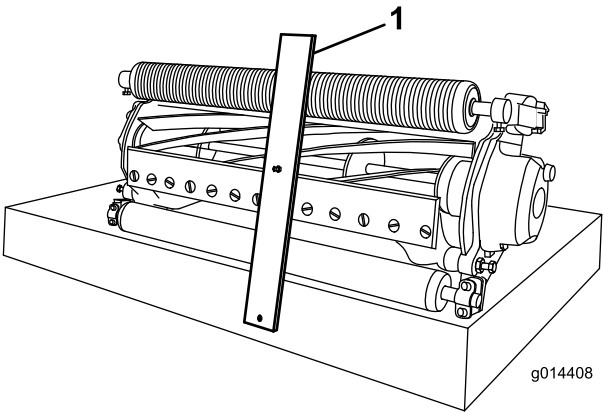

Figura 10
- 3. Enganche la cabeza del perno sobre el filo de la contracuchilla y apoye el extremo trasero de la barra sobre el rodillo trasero (Figura 10).